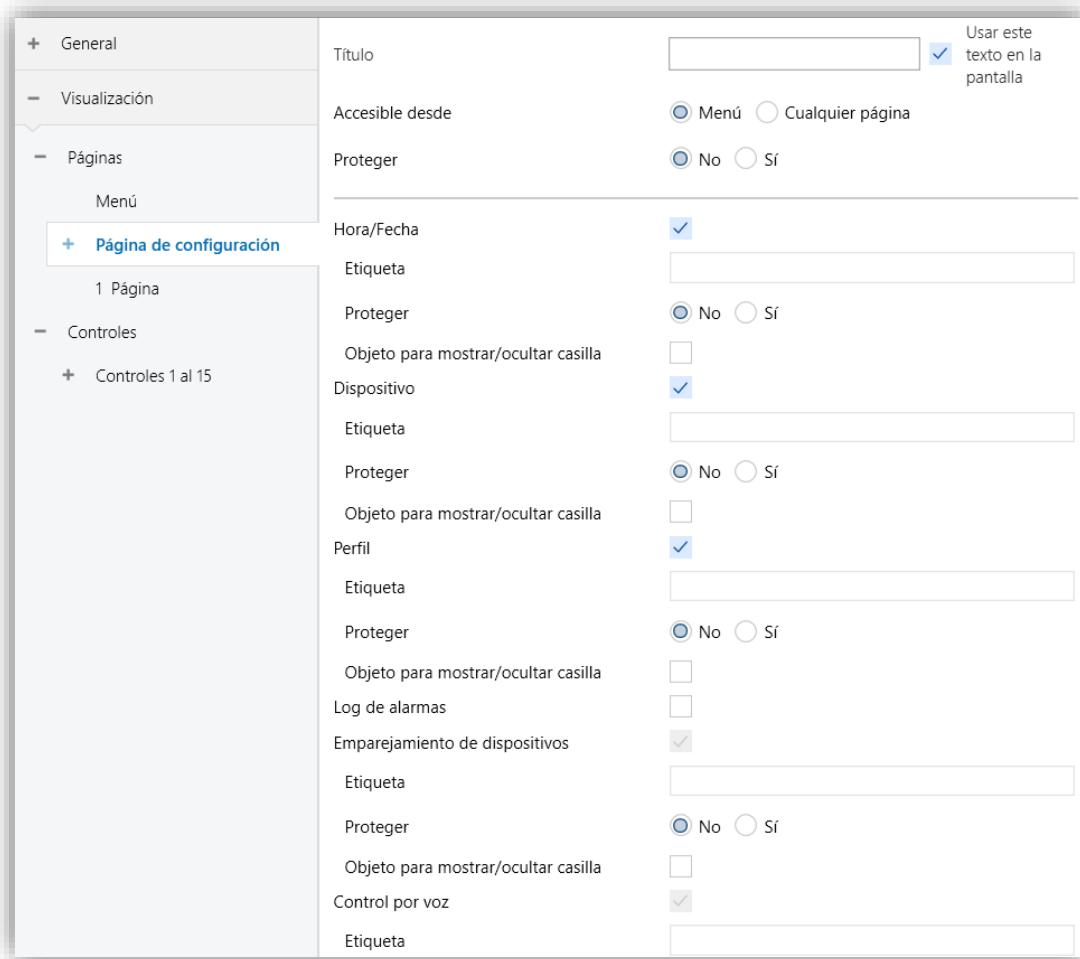

Figura 31. Pestaña de configuración
- **Título:** campo de texto que identifica la página de configuración. Además, este campo permitirá cambiar el nombre de la pestaña en el menú de la izquierda de ETS, tal y como se muestra en la Figura 31. Pestaña de configuración